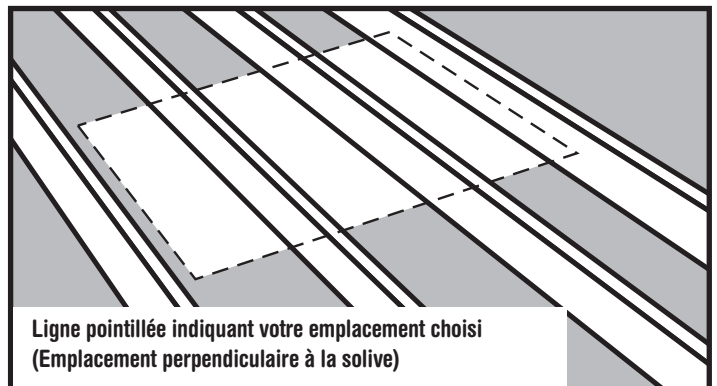

Figure 8
- (B) Si l'emplacement choisi est perpendiculaire aux solives, marquez la largeur de l'ouverture brute sur le dessus des solives (Voir la Figure 8). **Ne coupez pas de solive à cette marque.**